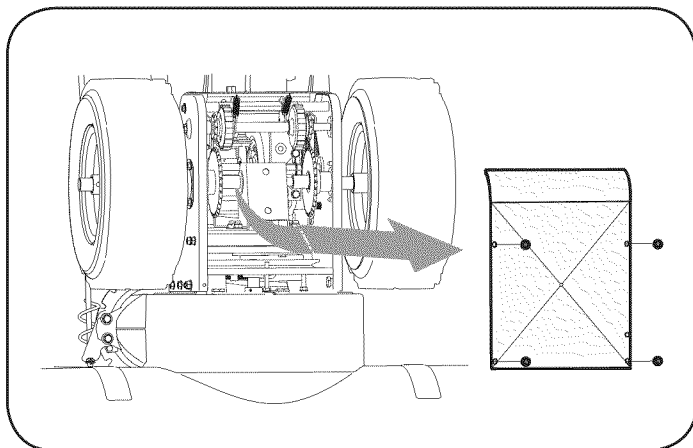

Figura 25
1. Con la punta de nieve lanzador adelante (ser determinados para ejecutar el depósito de combustible en seco antes de inclinar la unidad hacia adelante), quite el marco debajo de la cubierta de nieve lanzador quitando los tornillos autorroscantes. Vea la Figura 25.